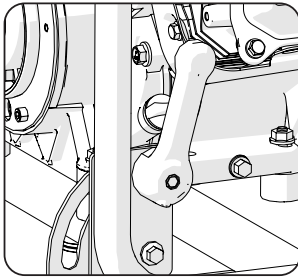

Fig. 19
- Retire el tapón de drenaje del aceite para que se pueda drenar completamente el aceite del motor. (Fig. 19)